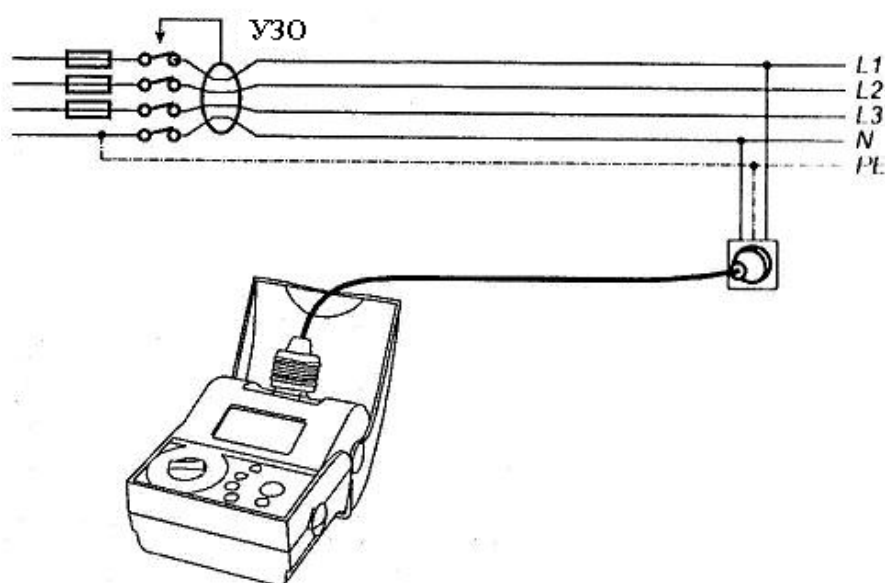

Рис. 5 Подключение прибора к тестируемому объекту с помощью силового провода
- Подсоедините тестовые провода к тестируемому объекту как показано на рис.5 или 6